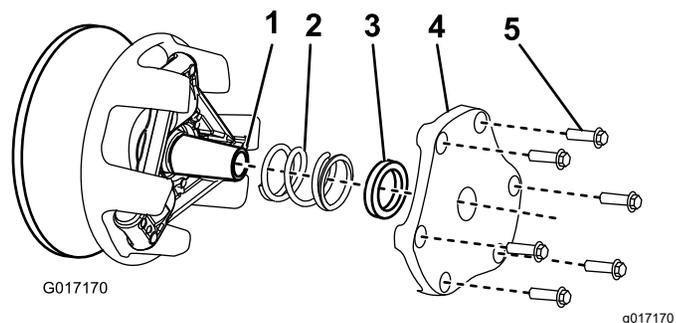

図 50
4. カバー、スペーサ、スプリングは脇において置く(図 50)。